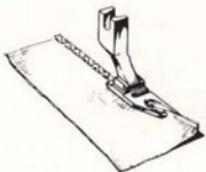

Fig. 43
b) ORLO ARROTOLATO STRETTO (Fig. 43)